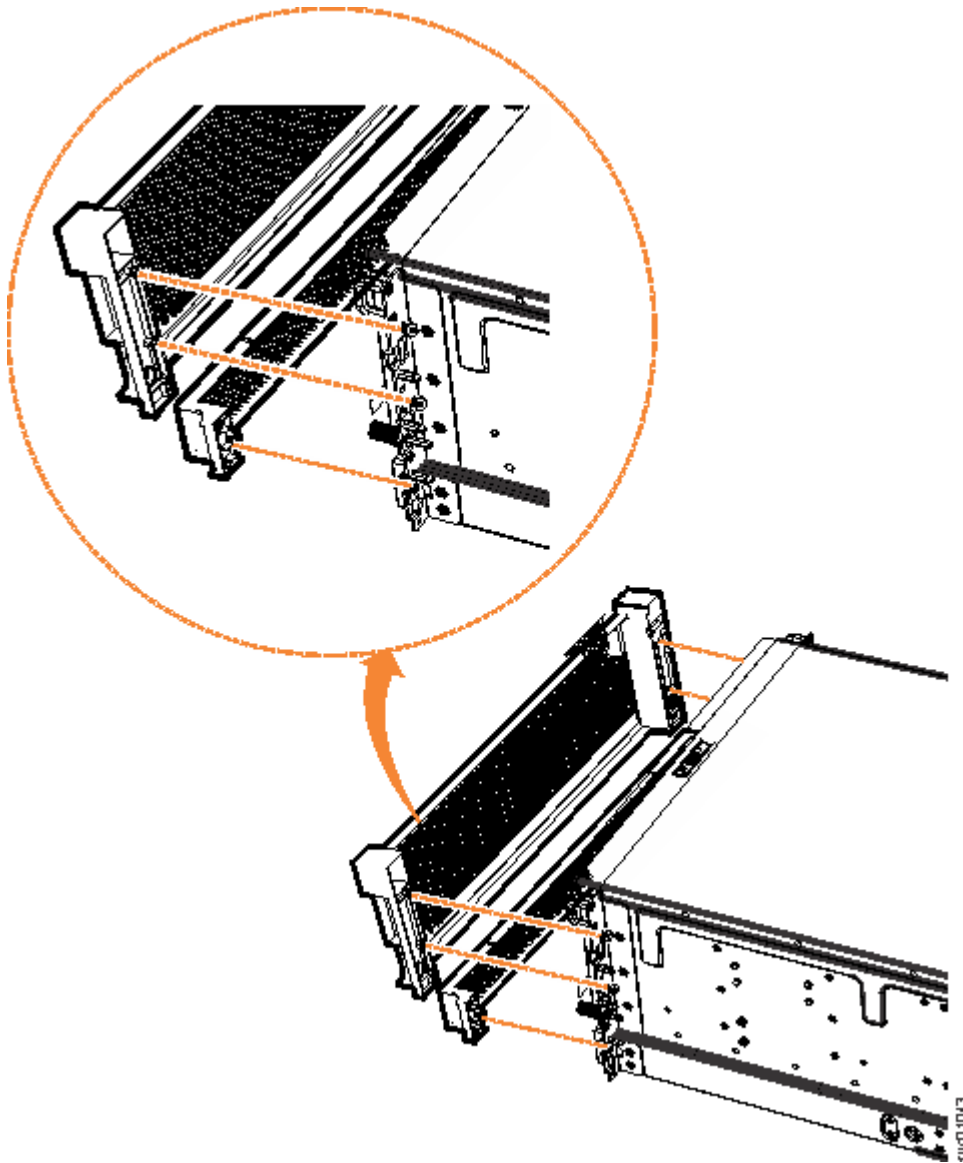

Figure 96. Retrait des composants du panneau du boîtier d'extension
2. Retirez le panneau avant en enlevant les deux vis qui fixent le panneau à la bride de chaque côté du châssis, comme indiqué dans la Figure 96, à la page 83.
3. Tirez doucement de chaque côté du panneau de l'unité d'alimentation électrique pour la retirer du châssis, comme indiqué dans la Figure 96, à la page 83. Le panneau de l'unité d'alimentation électrique se désengage de l'emplacement et de la broche qui le relie à chaque côté du châssis.